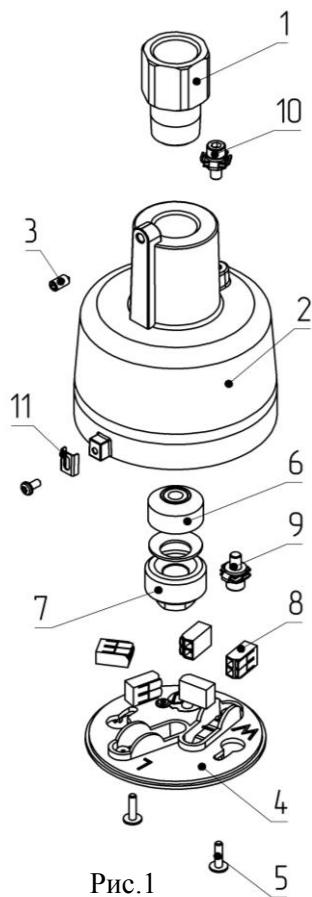

Рис.1
7.6.2 Монтаж на трубу G 3/4" (Тип крепления РМ) (рис.1)